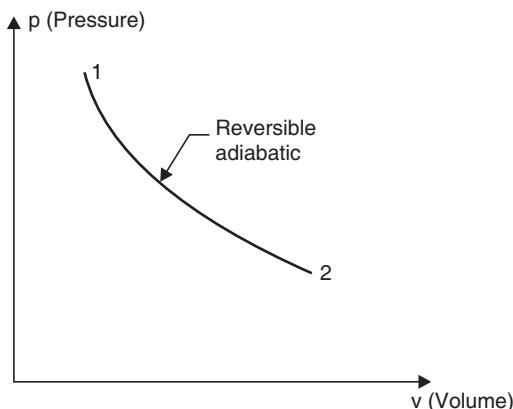

Fig. 2.23
**Solution.** Refer Fig. 2.23.